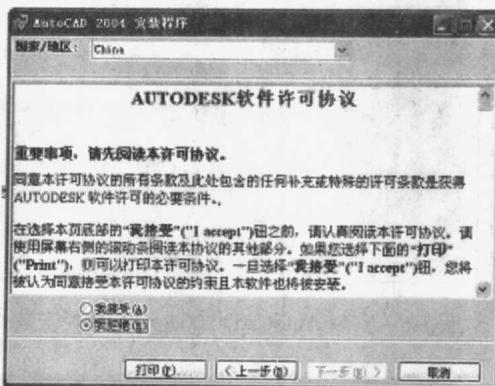

图 1-4 安装 AutoCAD 2004——软件许可协议
(3) 弹出软件许可协议窗口。用户应仔细阅读 Autodesk 软件协议，如果接受该协议，单击【我接受】按钮，然后单击【下一步】按钮，进行接下来的安装；如果不接受，单击【我拒绝】按钮，退出安装程序，如图 1-4 所示。